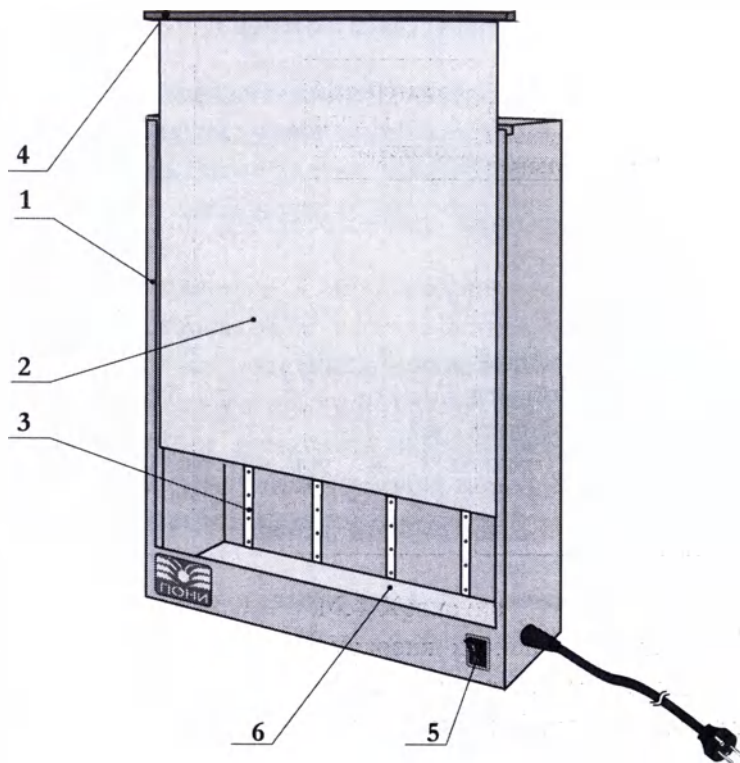

Рис. 1. Общий вид негатоскопа диагностического светодиодного HC1-01 (экран поднят)
6.1 Негатоскоп (рис. 1,2) конструктивно выполнен в виде прямоугольного металлического корпуса 1 с установленным в нем молочно-белым экраном 2. Негатоскоп можно устанавливать на горизонтальную поверхность, для чего на нижней стороне корпуса предусмотрены пластмассовые опоры, или располагать на стене, используя для этого крепежные отверстия, выполненные на задней стенке изделия.